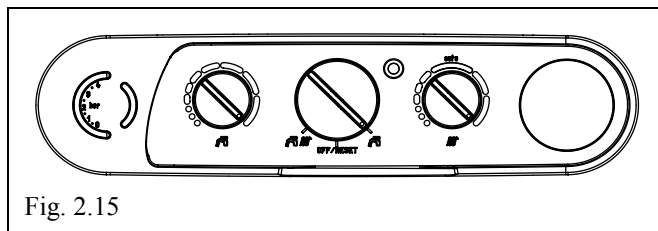

Fig. 2.15
- portare il selettore di funzione su (estate) (FIG. 2.15);